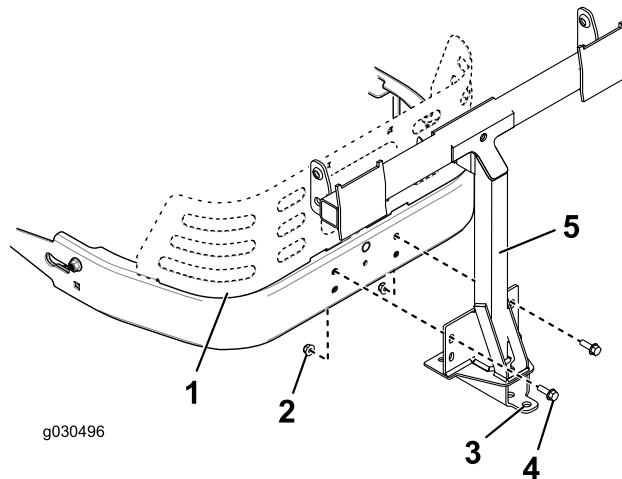

Figure 15
1. Montez le cadre de pivot sur le cadre de la machine comme illustré à la Figure 15. Fixez le cadre de pivot au cadre de la machine avec 2 boulons (5/16 x 1 po) et 2 contre-écrous (5/16 po).